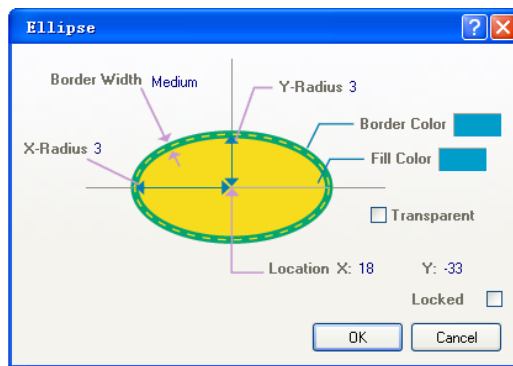

图4-25设置Ellipse的属性
- (5) 小数点的画法：执行Place→Ellipse命令，按‘TAB’键，可编辑椭圆的属性如图4-25，选Border Width: Medium, Border Color与Fill Color的颜色一致（与线段的颜色相同），设置好后，按OK键，光标处‘悬浮’椭圆轮廓，首先用鼠标在需要的位置定圆心，再定X方向的半径，最后定Y方向的半径，即可画好小数点。